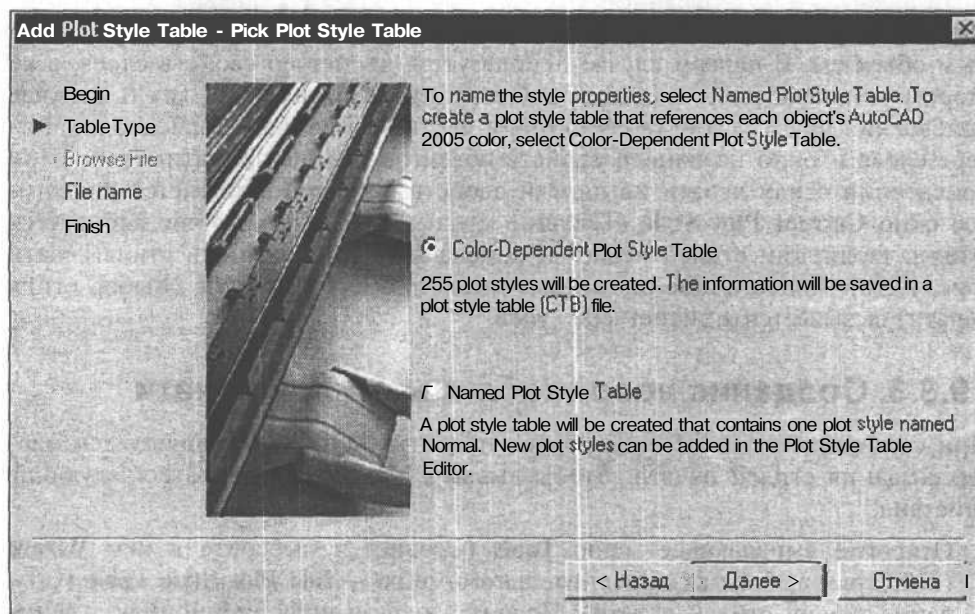

Рис. 19.12. Третья страница Мастера создания стилей печати для выбора типа стиля печати
4. Щелкните мышью на кнопке **Next** (Далее) для перехода к следующей странице. Появится следующая страница мастера **Pick Plot Style Table** (Выбор типа таблицы) (рис. 19.12), на которой выберите тип стиля печати, установив переключатель **Color-Dependent Plot Style Table** (Таблица цветозависимых стилей печати) или **Named Plot Style Table** (Таблица именованных стилей печати) соответственно.